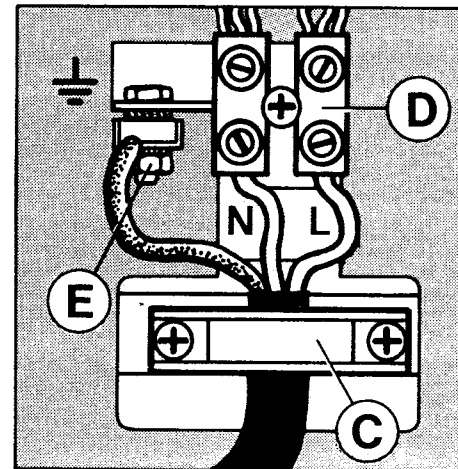

Fig. 6
3. Remove the two screws of cable clamp «C» (fig. 6).
4. Slacken the two screws of terminal strip «D» and the nut of earth pin «E» (fig. 6).
7. Lock the cable with cable clamp «C» (fig. 6) checking that the clamp correctly grips the sheath.
3. Oter les deux vis de l'élément qui bloque le câble «C» (fig. 6).
4. Desserrer les deux vis de la plaque à bornes «D» et l'écrou de la tige de terre «E» (fig. 6).
7. Bloquer le câble à l'aide de la borne «C» (fig. 6) en faisant attention à ce qu'elle serre bien la gaine.
3. Die beiden Schrauben der Kabelbefestigung «C» (Abb. 6) herausdrehen.
4. Die beiden Schrauben des Klambretts «D» lockern, wie auch die Mutter vom Schraubbolzen der Erdleitung «E» (Abb. 6).
7. Kabel mit Kabelbefestigungsklemme «C» (Abb. 6) arretieren und darauf achten, daß die Klemme den Kabelmantel gut ein-klemmt.
3. Sfilare le due viti del fissacavo «C» (fig. 6).
4. Allentare le due viti della morsettiera «D» e il dado della colonnina di terra «E» (fig. 6).
7. Bloccare il cavo con il morsetto fissacavo «C» (fig. 6) facendo attenzione che il morsetto stringa bene la guaina.